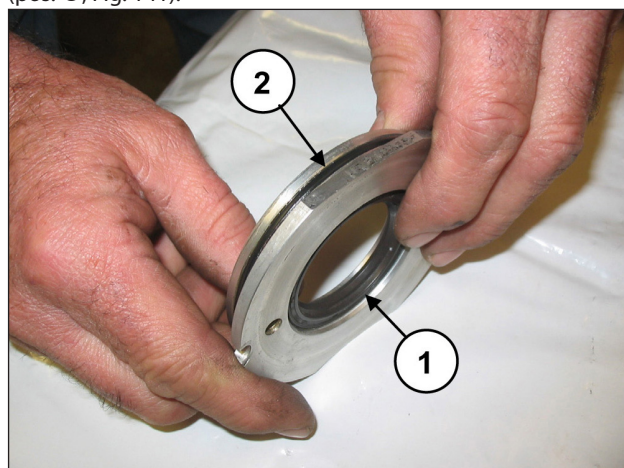

Fig. 141
Sostituire il paraolio (pos. ①, Fig. 141) e l'O-Ring esterno (pos. ②, Fig. 141).